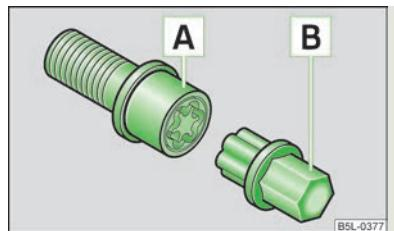

Fig. 136
- Introducir el adaptador **B** »fig. 136 con su lado dentado hasta el tope en el dentado interior del tornillo de rueda antirrobo **A**, de tal modo que ya sólo sobresalga el hexágono exterior.